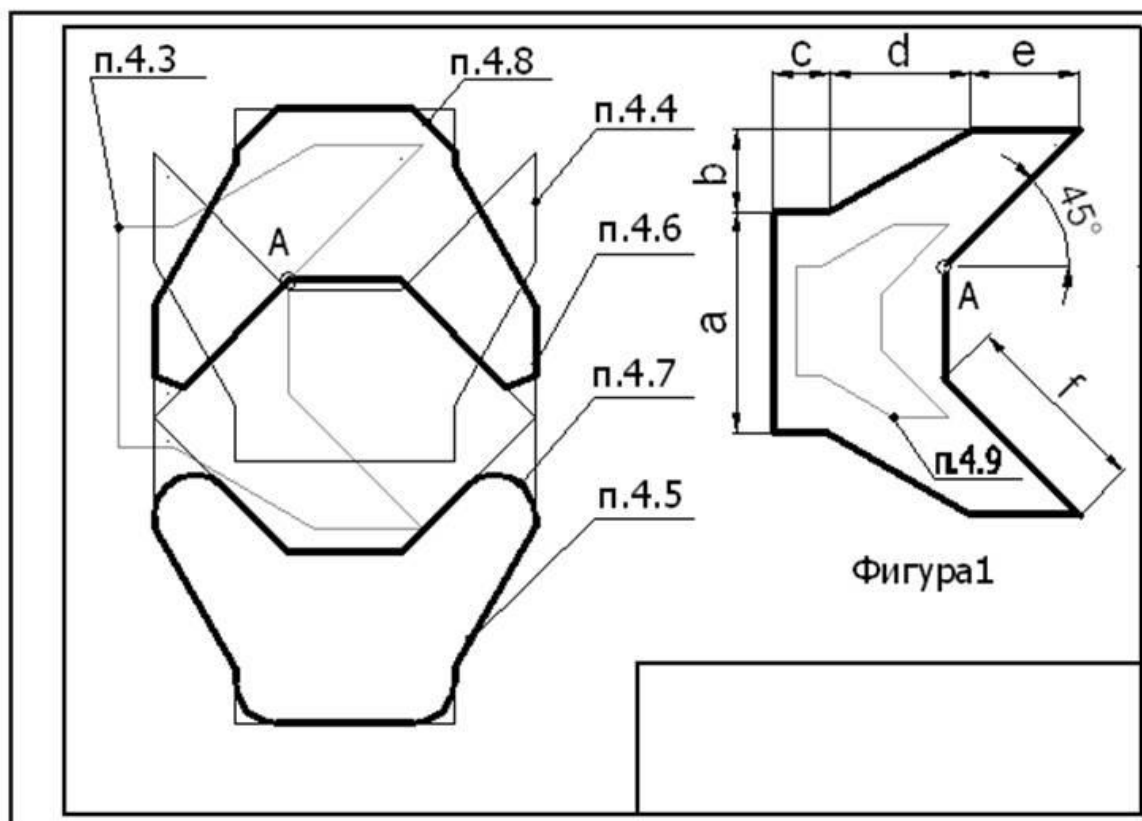

Рисунок 3.32 – Исходные данные
2. Начертите Фигуру 1, представленную на рис. 3.32. Начните с точки **A(350,210)**. Размеры фигуры по вариантам представлены в табл. 3.1.